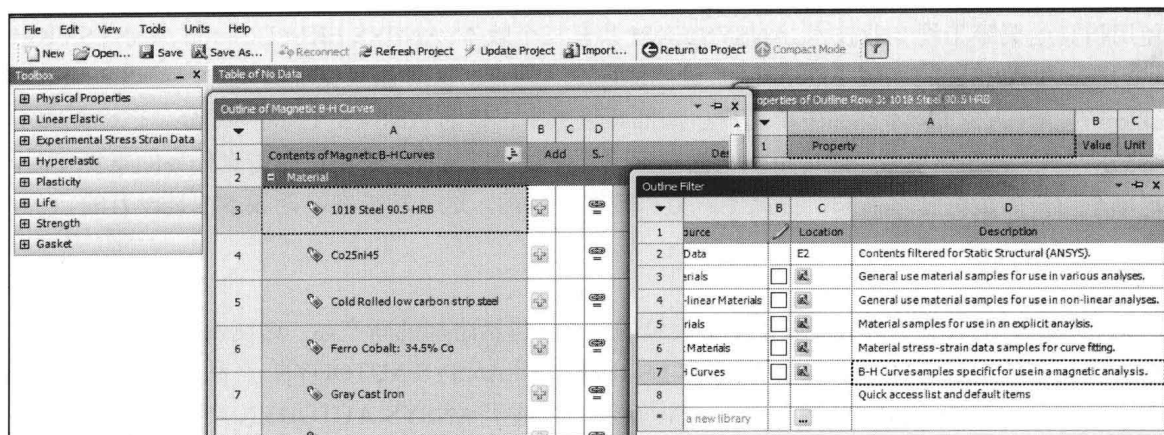

图 1-1 本地应用
- 本地应用 (workspaces): 所谓的本地应用是指这完全在 ANSYS Workbench 12 窗口下运行。例如在 Project- Schematic、Engineering Data 和 Design Exploration 下直接应用 (具体详细应用在本书后面会详细讲述), 如图 1-1 所示。